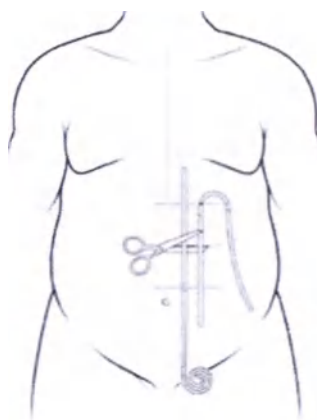

Рисунок12
2. Перекройте верхний и нижний катетеры и выберите подходящее место, где их можно отрезать и соединить. См. рисунок 12.